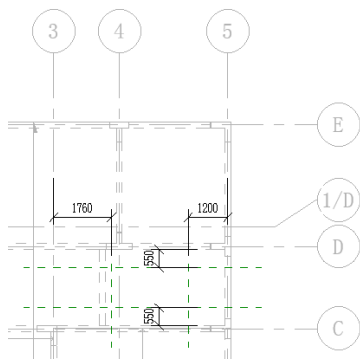

图 12-57 绘制参照平面
(1) 在“项目浏览器”中双击“结构平面”节点下的“1F”，将视图切换到 1F 结构平面视图。
(2) 单击“建筑”选项卡“构建”面板“楼梯”按钮, 打开“修改|创建楼梯”选项卡和选项栏。
(3) 单击“工作平面”面板中的“参照平面”按钮, 绘制如图 12-57 所示的参照平面。